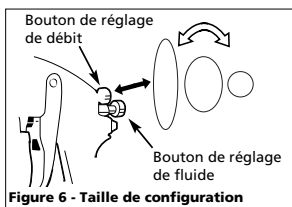

Figure 6 - Taille de configuration
- Choisir la taille de configuration pour la forme désirée. Pour un plein débit, ouvrir le bouton de réglage de débit en tournant au sens contraire des aiguilles d'une montre. Pour un débit rond, tourner le bouton de réglage de débit au sens des aiguilles d'une montre (Voir Figure 6).
3. Tourner le bouton de réglage de fluide complètement au sens des aiguilles d'une montre jusqu'à ce qu'il soit fermé (Voir Figure 6).